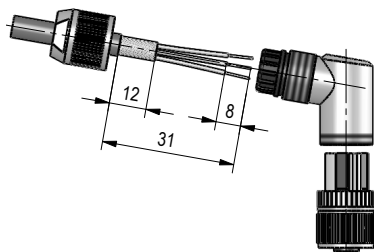

Abb. 11: Gegenstecker M12 gewinkelt
**Montage (Abb. 11)**
**Ändern der Winkelstellung (Abb. 11)**